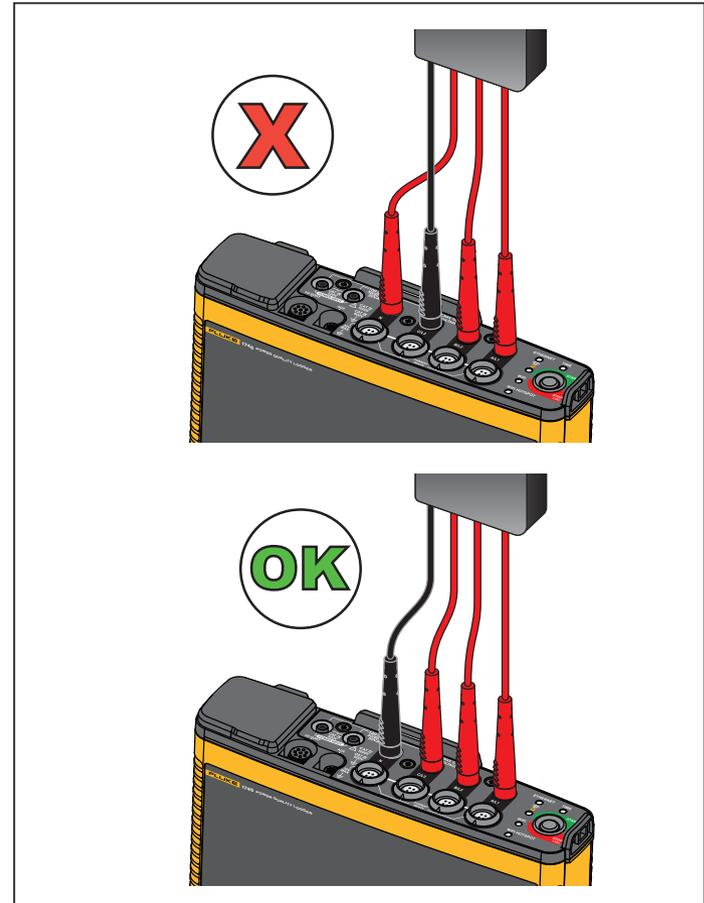

Abbildung 6. Messverbindung an Logger
3. Verbinden Sie die kurzen Prüfleitungen (siehe Abbildung 6) mit den Stromversorgungseingängen. Stellen Sie sicher, dass Sie die nicht stapelbaren Stecker verwenden. Die Prüfleitungen sind für Messung/Überspannung CAT III 1000 V und CAT IV 600 V zugelassen.